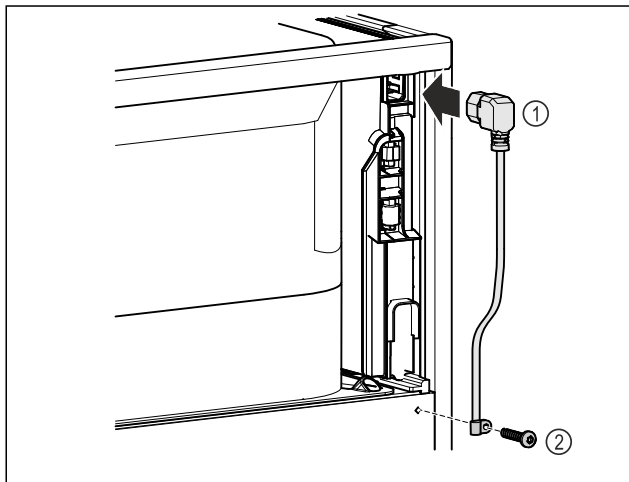

Fig. 13
- ▶ Sæt køleskabsudtagets strømkabel Fig. 13 (1) i på apparatets bagside.
- ▶ Montér trækaflastningen. Fig. 13 (2)